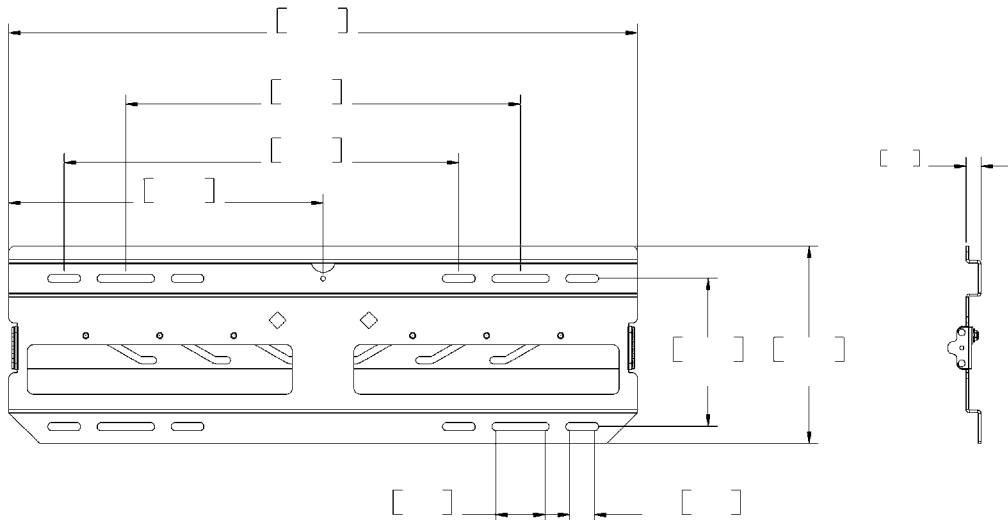

Figura 3. Instalación mediante pernos para madera
1. Determine una ubicación de montaje apropiada y coloque la placa de pared (10) en su sitio (consulte “LISTA DE PIEZAS” en la página 3 y la figura 3).
3. Nivele la placa de pared (10) y taladre orificios piloto para anclar la placa de pared. Si se taladra en columnas de madera, utilice una broca de 6 mm (15/64 pulg.).
4. Utilizando cuatro pernos para madera de 8 mm (5/16 pulg.) (80) y arandelas de 8 mm (5/16 pulg.) (90), instale la placa de pared en la pared.